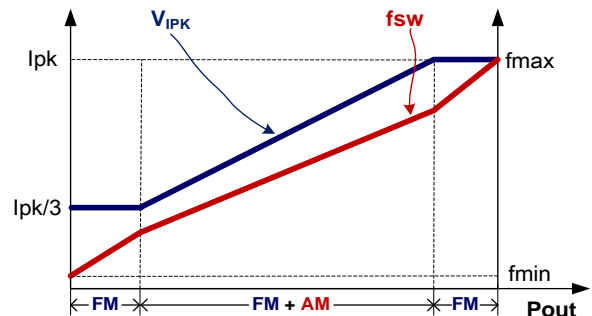

图 2
为满足系统平均效率和空载待机方面的严格要求，KP301 采用了调幅控制 (AM) 和调频控制 (FM) 相结合的工作模式，如图 2 所示。